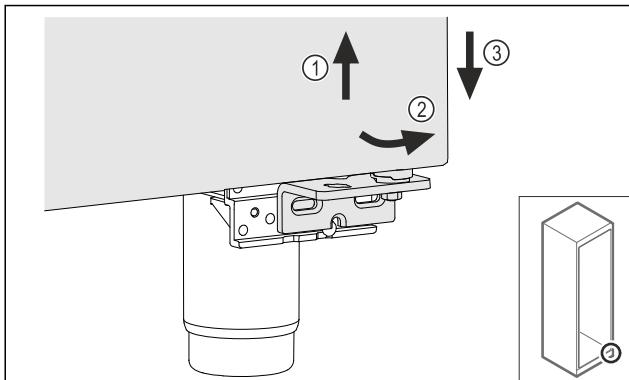

Fig. 20
- ▶ Lagano podignite vrata Fig. 20 (1), dolje ih nagnite prema naprijed Fig. 20 (2) i spusnite Fig. 20 (3).